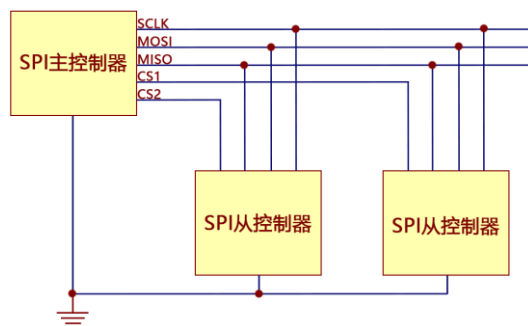

图 3.23 SPI 总线通信示意
SPI (Serial Peripheral interface, 串行外围设备接口) 是一种近距离、同步、多设备、全双工的四线制串行总线，由美国 MOTOROLA 公司发明。如图 3.23 所示，SPI 允许一个主设备和多个从设备在同一个总线上共存，SPI 使用四线通信线：串行时钟线 (SCLK)、主机输入/从机输出数据线 (MISO)、主机输出/从机输入数据线 (MOSI) 和从机选择线 (CS)。SPI 与 I²C 的显著差异表现在以下几个方面：
- ❑ 从机选择线：SPI 配备了从机选择线 (CS)，而 I²C 则没有。SPI 通过控制 CS 线 (低电平有效)，可以快速确定跟哪个从机进行通信。而 I²C 主机需要通过寻址，才能确定跟哪个从机通信。故相比之下，SPI 更加便捷和高速。